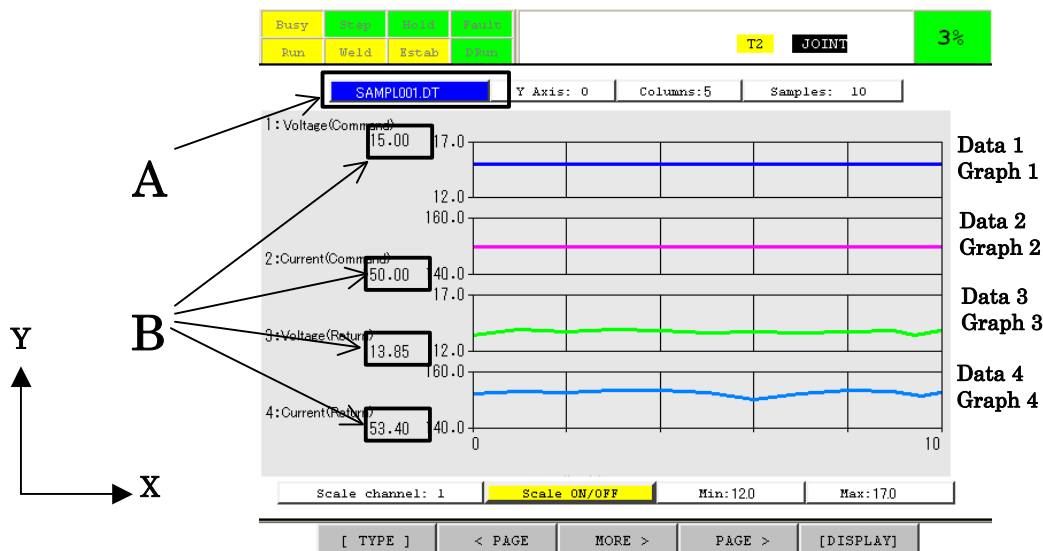

图 13.9.4 资料监视图画面
- 6 图 13.9.4 的 A 中，显示监视记录的文件名。将光标移动到 A 按下 **ENTER** 键时，显示档案选择画面，即可选择保存在外部存储装置中的扩展名为“.DT”的档案。
- 7 图 13.9.4 的 B 中，显示各图表的 Y 轴方向的最新值。
- 8 “Y Axis: ”（Y 轴）可以对所显示图表的相互间进行比较。图 13.9.4 的状态下，在“Y Axis: ”中设定 1 时，图表 1 上重叠显示资料 2～4。“Y Axis: ”中设定 2 时，图表 2 上重叠显示资料 1、资料 3～4。
- 11 “Scale channel: ”（尺度通道）、“Scale ON/OFF”（尺度 开/关）、“Min: ”（最小值）、“Max: ”（最大值），可以改变各图表的 Y 轴方向的尺度。首先，在“Scale channel: ”中输入希望变更尺度的图表的号码。在图 13.9.4 的状态下，在“Scale channel: ”中设定 1，即可变更图表 1 的尺度。然后，在“Min: ”、“Max: ”中设定 Y 轴的最小值和最大值。设定后，移动到“Scale ON/OFF”，按下 **ENTER** 键时，改变由“Scale channel: ”所指定的图表的 Y 轴方向的尺度。